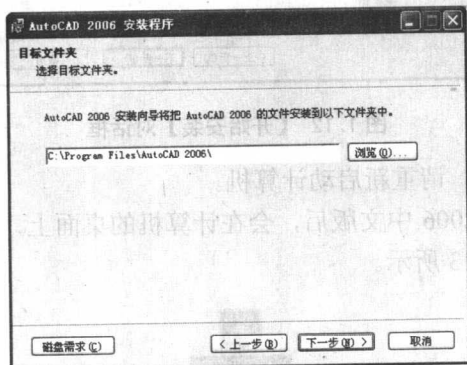

图 1.10 【目标文件夹】对话框
(7) 单击【下一步(N)>】按钮，弹出如图 1.10 所示的【目标文件夹】对话框，要求指定 AutoCAD 2006 的安装路径，也就是在硬盘上的位置。默认的安装路径是“C:\Program Files\AutoCAD 2006\”。如果要改变安装位置，可单击该对话框右侧的【浏览】按钮，在弹出的对话框中指定 AutoCAD 2006 的其他安装路径。